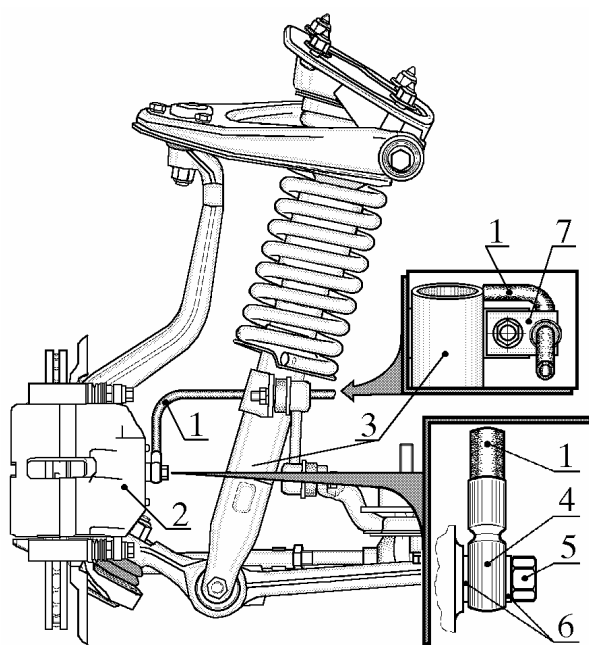

Рис. 12. Подсоединение шлангов гидропривода тормозов:
5.5. Подсоединить два шланга 1 (рис. 12) гидравлического привода тормозов к тормозным скобам 2 передних колес в последовательности, обратной отсоединению (см. п. 4.7), при этом руководствоваться следующими техническими требованиями: